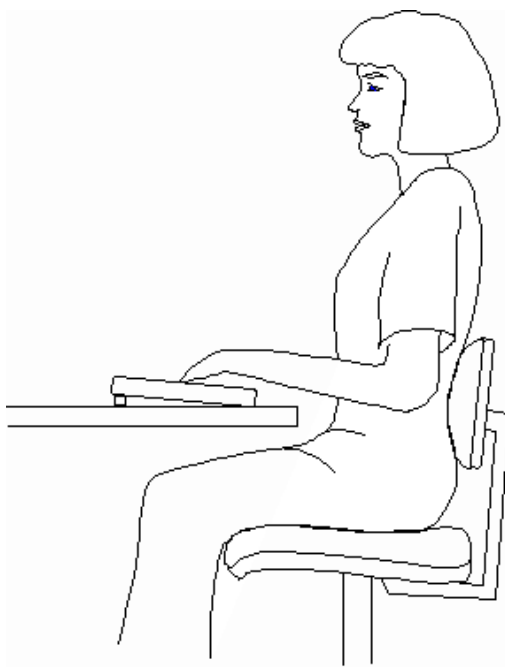

Figura 15
- Aprenda a regular la altura del respaldo de su silla de trabajo y ajústela de forma que la suave prominencia del respaldo quede situada a la altura de la zona lumbar (la curva natural de la columna vertebral en la parte baja de la espalda). (Ver figura 15).